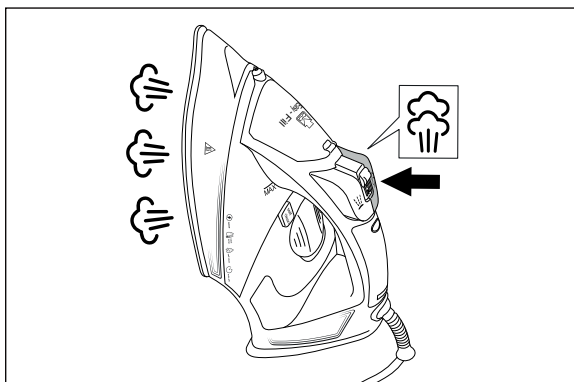

Fig. 7
- 4) Tryk flere gange med et interval på ca. 5 sekunder på knappen til dampskud **4** (se fig. 7).